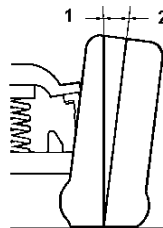

Fig. 10: Identificação de verticalidade da roda (a ilustração mostra verticalidade positiva)
- **Verticalidade negativa das rodas** — é quando a parte superior do pneu se inclina em direção à parte interna do veículo (1). Consulte a Fig. 10.
- **Verticalidade positiva das rodas** — é quando a parte superior do pneu se inclina em direção à parte externa do veículo (2). Consulte a Fig. 10.